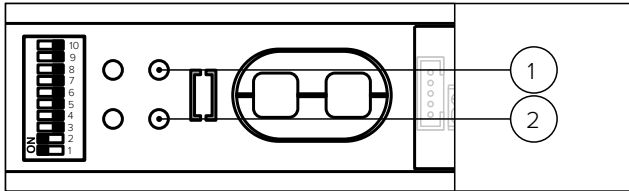

Рис. 49 Настройте скорость и время фиксации
1. Настройте скорость с помощью потенциометра скорости (Рис. 49/1).
2. Настройте время фиксации открытого положения с помощью потенциометра времени фиксации открытого положения (Рис. 49/2).